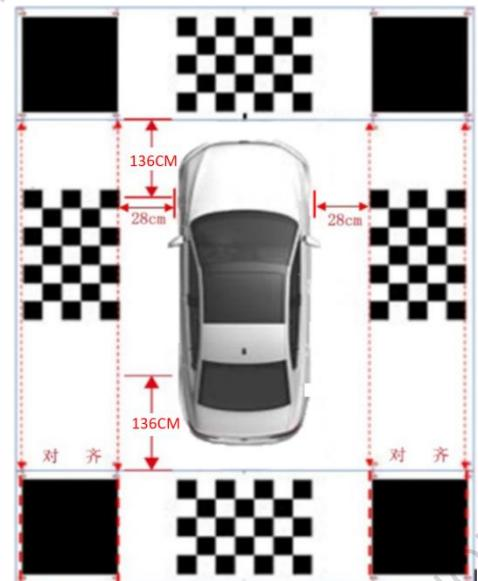

图 1 标定场地尺寸图
- (1) 如图 1 所示, 将车辆停止, 确保车辆周围区域范围满足第 2 条说明的要求;
- (2) 以垂直于车辆中轴线方向, 在车辆前、后侧铺设标定布;
- (3) 利用尺子按照图 1 的规格尺寸对标定布的位置进行微调, 直到标定布与车辆之间的位置关系符合图示要求。尺寸明细: